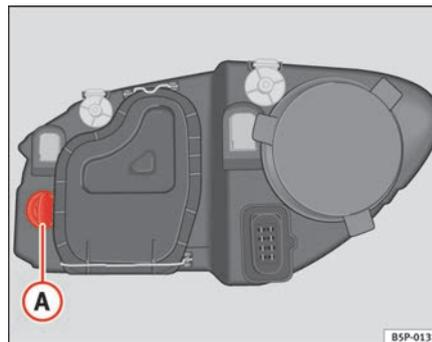

Fig. 163 Lámpara luz intermitente
- Gire el portalámparas ⇒ fig. 163 Ⓐ a la izquierda y tirar.